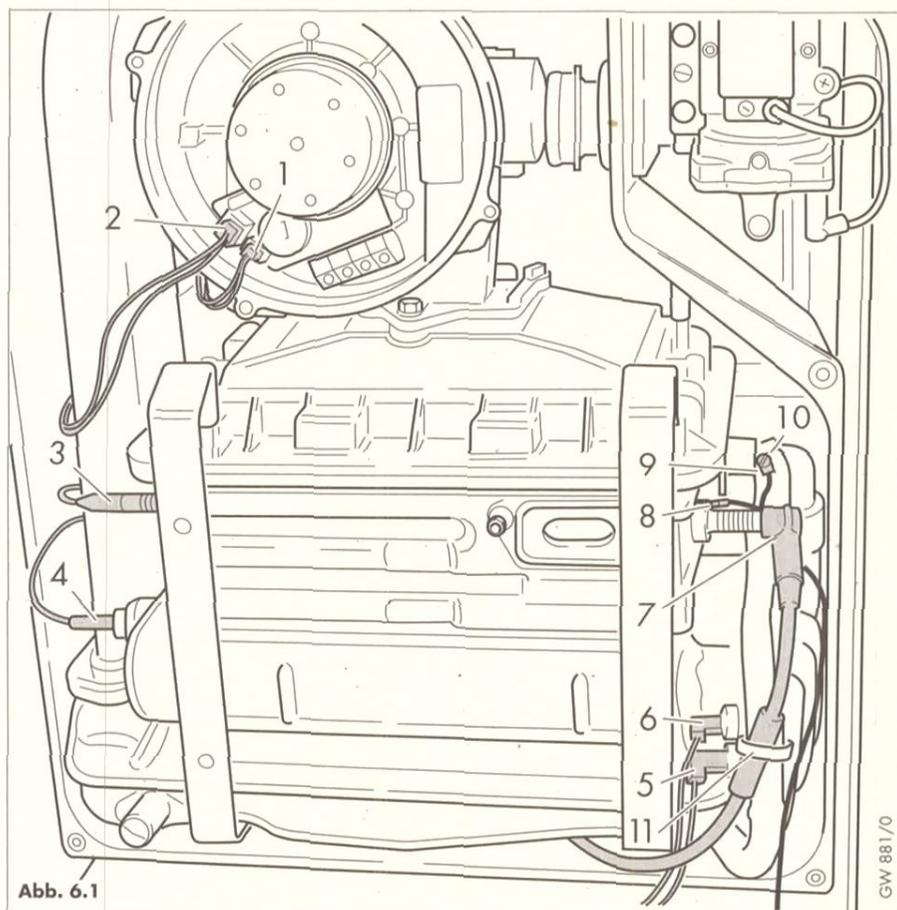

Abb. 6.1
- Die folgenden Steckverbindungen sind wieder herzustellen (siehe Abb. 6.1, Seite 6) Stecker an der Überwachungselektrode (3), zwei schwarze AMP-Stecker an den NTC-Fühlern des Vorlaufrohres (5, 6) Zündstecker und Masseleitung an der Zündelektrode (7,8).